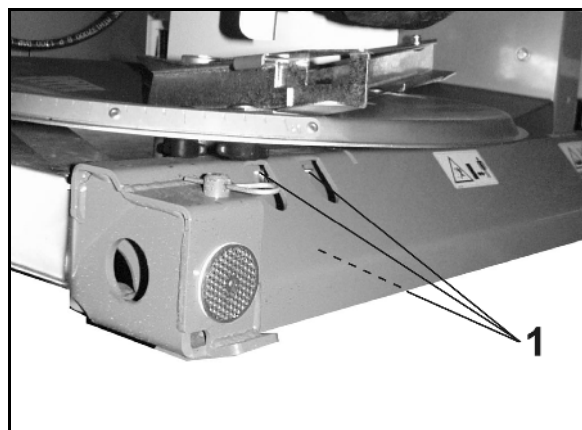

Bild 74
Avståndet mellan begränsningsskruvarna (Bild 74/1) och vägningsramen ska vara minst 2 mm.
1. Lossa kontramuttern (Bild 74/2)